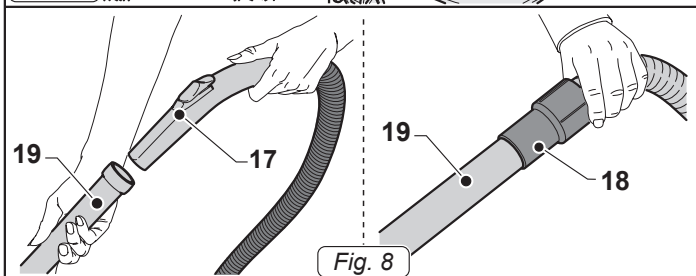

Fig. 8
- Unire all'impugnatura ergonomica (17 Fig. 8) o al tubo flessibile (18 Fig.8) a seconda dei modelli, la prolunga (19 Fig.8).